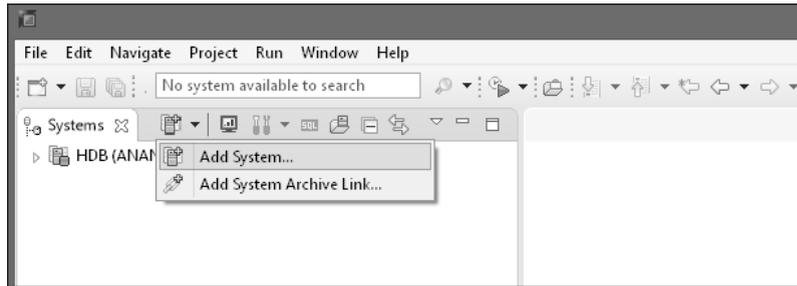

Abbildung 3.2 System in SAP HANA Studio hinzufügen
2. Nun klicken Sie auf das Symbol **Add System** (🔌), um ein neues System anzubinden, wie in Abbildung 3.2 gezeigt.